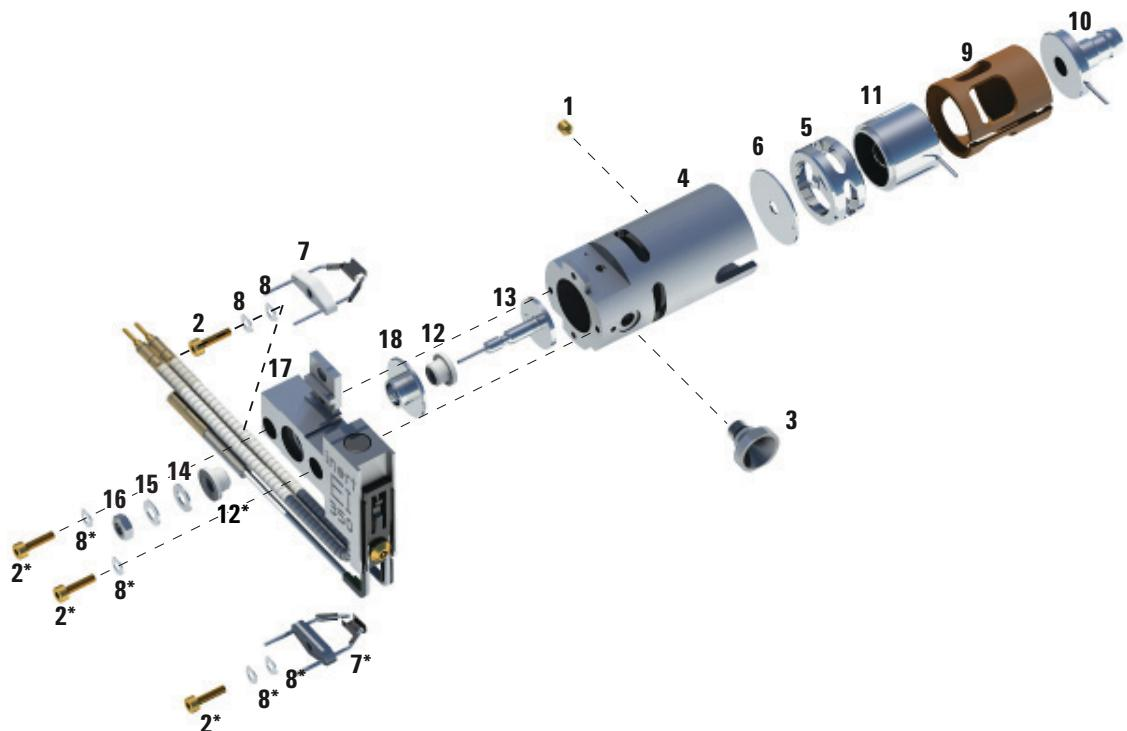

Figura 22 Desmontar la fuente estándar o inerte de iones de EI
- 2 Retire los dos tornillos chapados en oro de los filamentos y quite los filamentos de la fuente. Consulte la sección Figura 22 en la página 151.
Tabla 18 Lista de piezas de la fuente estándar o inerte de iones de EI (Figura 22)
Tabla 18 Lista de piezas de la fuente estándar o inerte de iones de EI (Figura 22) (continuación)